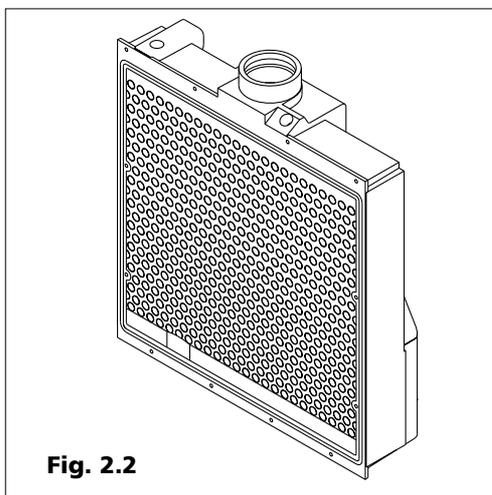

Fig. 2.2
2.1 Scambiatore di calore primario (Fig.2.2)